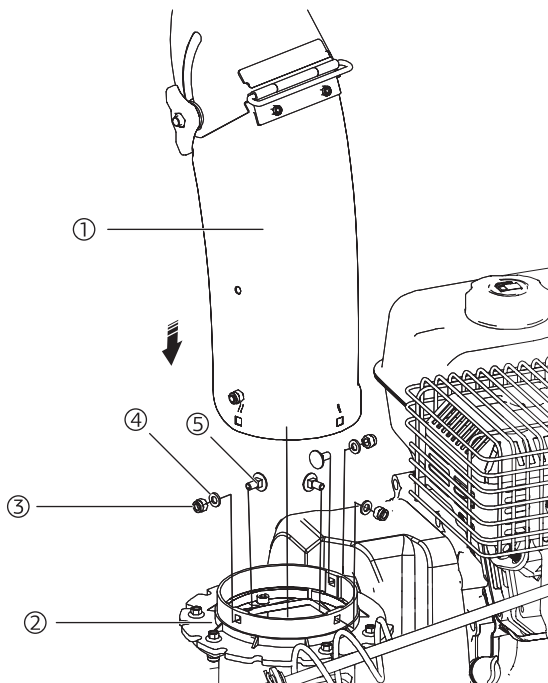

Рис. 6
4. Установите поворотный желоб (1) и закрепите на пластине (2) с помощью болтов (3), шайб (4) и гаек (5) (Рис. 6).